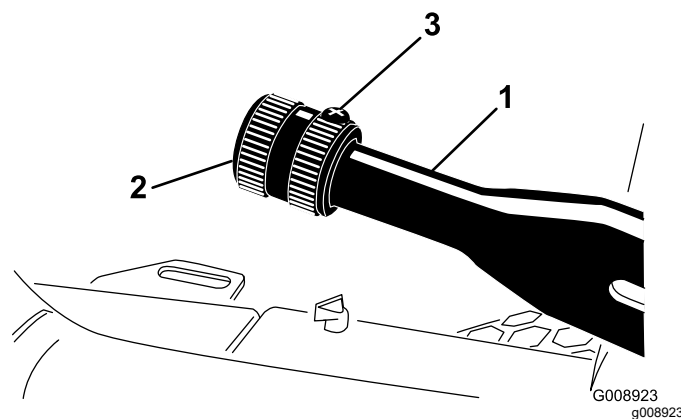

Figura 62
2. Desaperte o parafuso de afinação que fixa o manípulo à alavanca do travão de estacionamento (Figura 62).